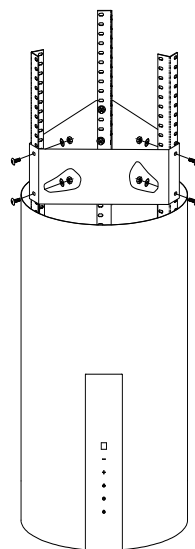

Рис. 6
7. Смонтируйте усилитель уголков на три установленных уголка. Используйте 6 шт. винтов М4Х10, гайки М4 и шайбы для крепления. См. рис. 6.